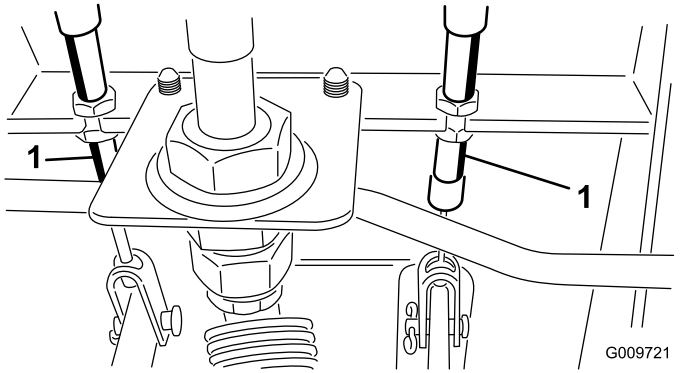

図 115
- A. ブレーキケーブル 図 115 の端にある前ナットをゆるめる。